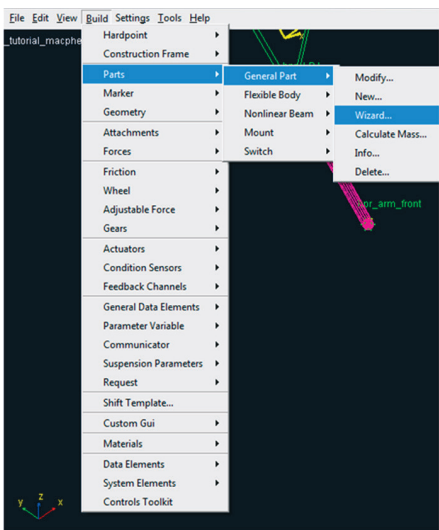

Figura 4.38 – Construção de um *General Part* com opção *Wizard*.
- Após a construção do *Construction Frame*, a próxima etapa é a criação do corpo rígido ou *General Part* “Strut”. Neste *General Part* serão definidos os parâmetros da mola e do amortecedor da suspensão. Acesse o menu *Build* → *Parts* → *General Part* → *Wizard*, conforme ilustrado na Figura 4.38.